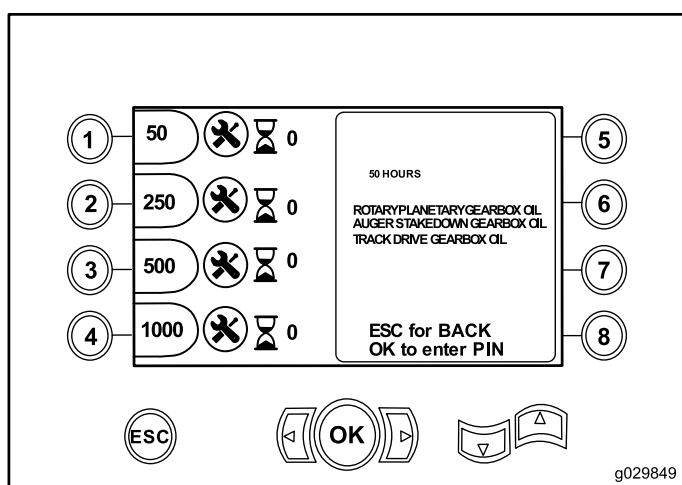

Figure 11
- Bouton 1 – calendrier d'entretien à 50 heures (Figure 11)